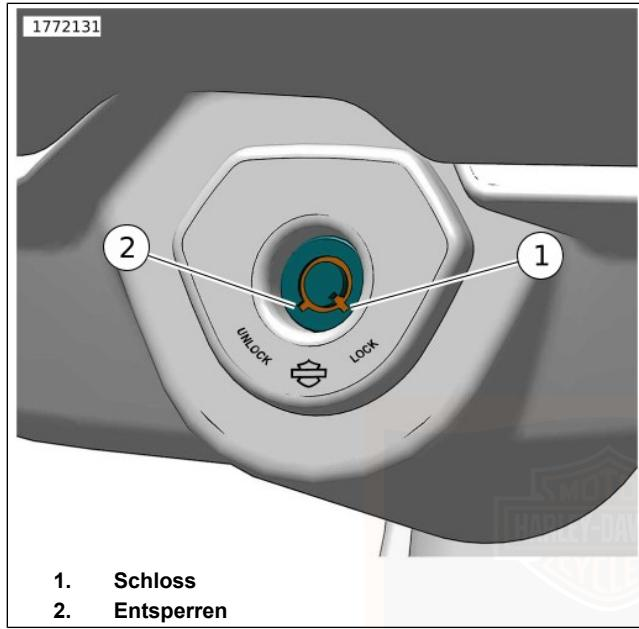

Abbildung 24. Gabelschloss
Siehe Abbildung 24. Das Gabelschloss befindet sich auf der Instrumententafel. Wenn das Gabelschloss sofort nach dem Parken des Motorrads gesperrt wird, erschwert dies die unbefugte Benutzung oder einen Diebstahl. Das Gabelschloss kann mit dem Zündschlüssel ver- und entriegelt werden.
2. Siehe Abbildung 24. Den Schlüssel einstecken und eine Viertelumdrehung gegen den Uhrzeigersinn drehen, um den Knopf zu sperren. Den Schlüssel abziehen.
1. Siehe Abbildung 24. Den Schlüssel einstecken und eine Viertelumdrehung im Uhrzeigersinn drehen, um den Knopf zu entsperren. Den Schlüssel abziehen.